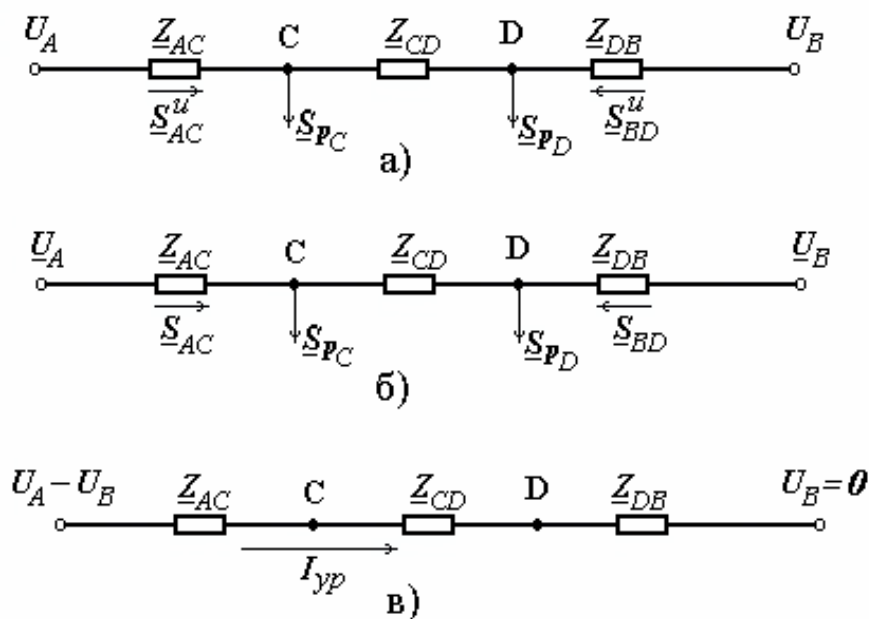

Рис. 18
Линия с двухсторонним питанием при различающихся напряжениях по концам относится к числу электрических цепей с независимыми источниками питания. Для расчета таких цепей может быть применен принцип наложения. На рис. 18, а изображена линия, напряжения источников питания которой  $\underline{U}_A > \underline{U}_B$ . В соответствии с принципом наложения такую линию можно заменить двумя линиями (рис. 18, б, в), одна из которых представляет из себя линию с двухсторонним питанием с одинаковыми напряжениями по концам, в другой действует дополнительная ЭДС  $\underline{\Delta E}$ , равная  $\underline{U}_A - \underline{U}_B$ . Нагрузками во
Мощности  $\underline{S}_{AC}, \underline{S}_{BD}$  в схеме рис. 18, б определяются по формулам (39), (40), а мощности в исходной схеме  $\underline{S}_{AC}^u, \underline{S}_{BD}^u$  можно получить в результате суммирования: